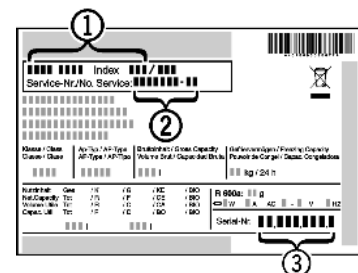

Fig. 50
- ▶ Считать обозначение устройства Fig. 50 (1), сервисный номер Fig. 50 (2) и серийный номер Fig. 50 (3) с заводской таблички. Заводская табличка находится внутри устройства слева.